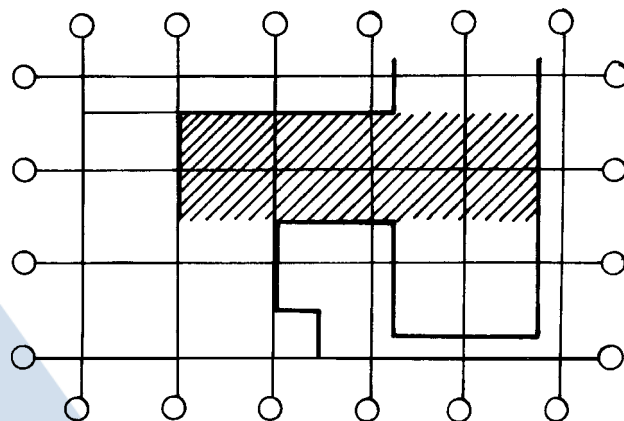

Figura 7
- b) planta esquemática da construção com marcação de área, etc. (Figura 7).